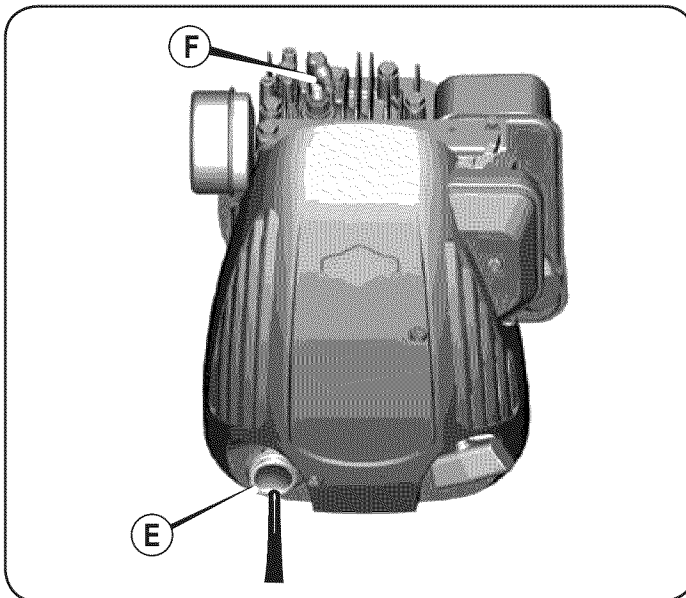

Figura 13
1. Con el motor apagado pero aún caliente, desconecte el cable de la bujía (F) y manténgalo a distancia de la bujía.
3. Quite la tapa/varilla medidora del nivel de aceite (E) y drene el aceite al recipiente inclinando el motor hacia el tubo de llenado del aceite. Vea la Figura 13.